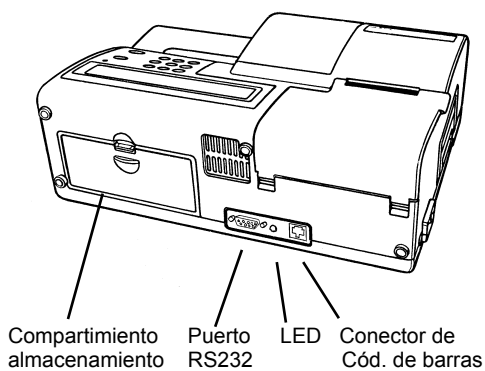

Fig. 1-13 Panel posterior del OPTI CCA
- Un **compartimiento para guardar cosas** como por ejemplo un rollo extra de papel, los casetes de Referencia Estándar (SRC), y otros accesorios. (Fig. 1-13).